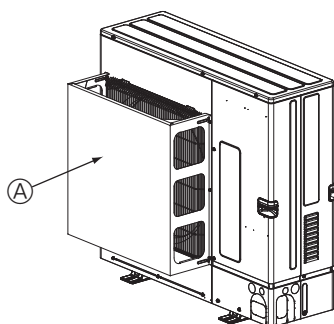

Fig. 2-5
- ② Τοποθετήστε έναν προαιρετικό οδηγό προστασίας από τον αέρα, στην περίπτωση που η μονάδα είναι εγκατεστημένη σε σημείο όπου οι ισχυροί άνεμοι από κάποιον τυφώνα κ.λπ. ενδέχεται να εισέλθουν απευθείας στην έξοδο αέρα. (Fig. 2-5)